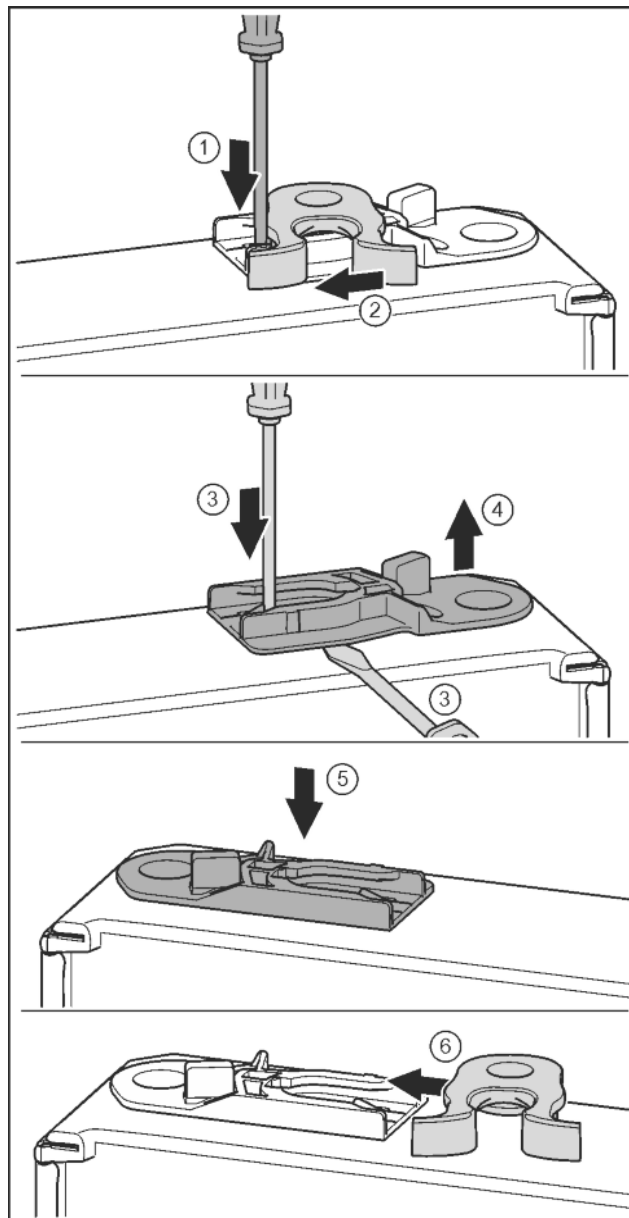

Fig. 19
- ▶ Plochým šroubovákem přitlačte lamelu dolů. Fig. 19 (1)
- ▶ Vytáhněte petlici z vedení. Fig. 19 (2)
- ▶ Vytáhněte vodící pouzdro: Stiskněte jazyček šroubovákem a současně plochým šroubovákem zajedte pod vodící pouzdro. Fig. 19 (3, 4)
- ▶ Vodící pouzdro přiložené v příslušenství zasuňte na druhé straně pláště. Fig. 19 (5)
- ▶ Petlici zasuňte do vedení. Fig. 19 (6)